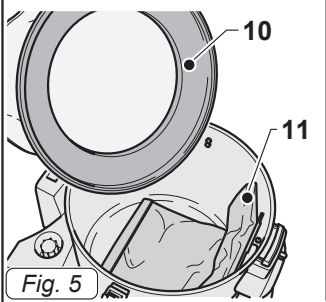

Fig. 5
- Rimuovere il filtro (10 Fig.5) in poliestere.
- Controllare, se presente, che all'interno dell'apparecchio sia montato il sacchetto in carta (11 Fig.5).
- Se il sacchetto in carta (11 Fig.5) non è presente, montarlo, se necessario, agendo come segue:
- Rimontare il filtro (10 Fig.5) in poliestere.